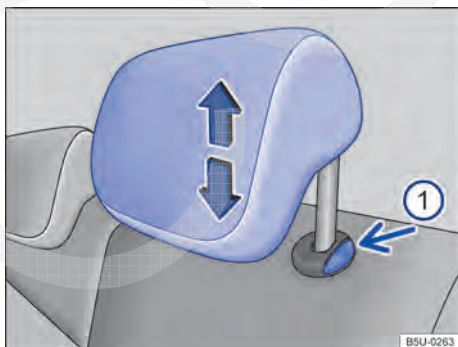

Fig. 79 Ajustar o apoio para cabeça traseiro.
- Empurrar o apoio para cabeça para cima na direção da seta → Fig. 79 (A) ou com a tecla → Fig. 79 (B) pressionada, empurrar para baixo → ▲ em *Introdução ao tema* na página 84.